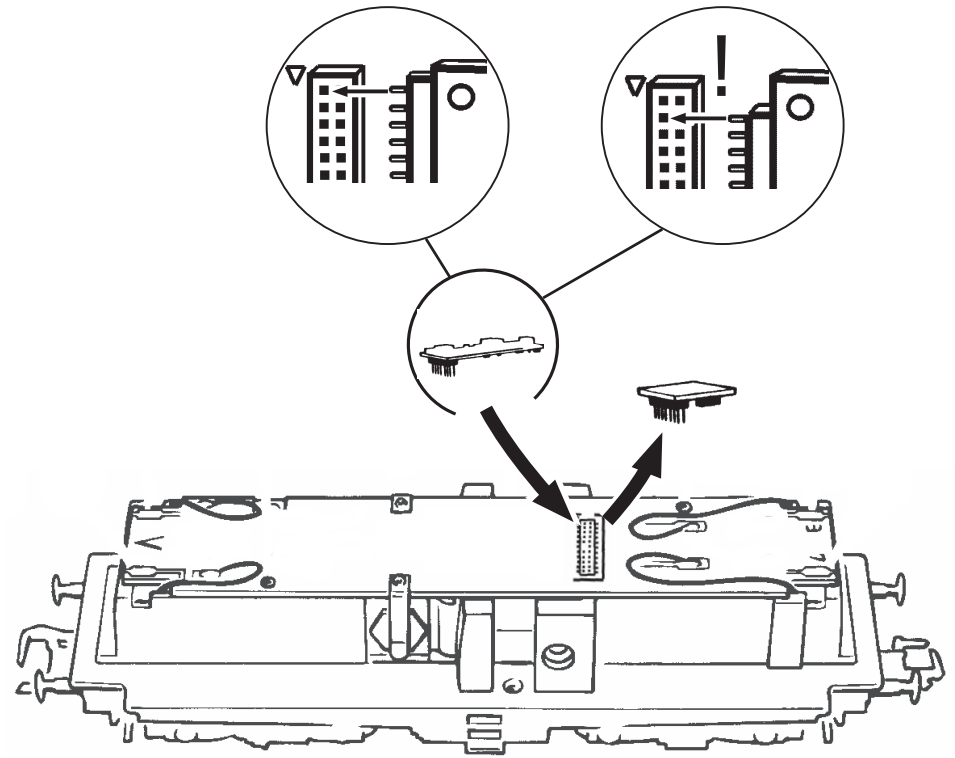

Fig. 8
1. Reinigung der Radstromkontakte: Radstromkontakte können auf unsauberen Schienen leicht verschmutzen. Entfernen Sie **vorsichtig** mit einem kleinen Pinsel **den Schmutz** an den in Fig. 8 gekennzeichneten Stellen.
3. Haftreifenwechsel: Zuerst die Drehgestellblende abnehmen (Fig. 4). Danach den **Radsatz** herausnehmen und die **Haftreifen** mit einer Nadel od. mit einem feinen Schraubendreher abziehen (Fig. 8). Beim Aufziehen der neuen Haftreifen darauf achten, dass diese sich nicht verdrehen.
1. Cleaning of wheel contacts: Wheel contacts easily get dirty on tracks which are not entirely clean. Use a small brush to **remove dirt** from spots marked in fig. 8.
3. Change of traction tyre: Remove the bogie blind (fig. 4). Take out **wheel set** and remove **traction tyre** using a pin or a fine screwdriver (fig. 8). When pressing on the new traction tyre please **avoid twisting it**.
Enlevez la fiche de shuntage de l'interface (à conserver!) et enfichez finalement la fiche du module de télécommande aux prises de l'interface. Veuillez à la position correcte de la fiche (voir fig. 8).